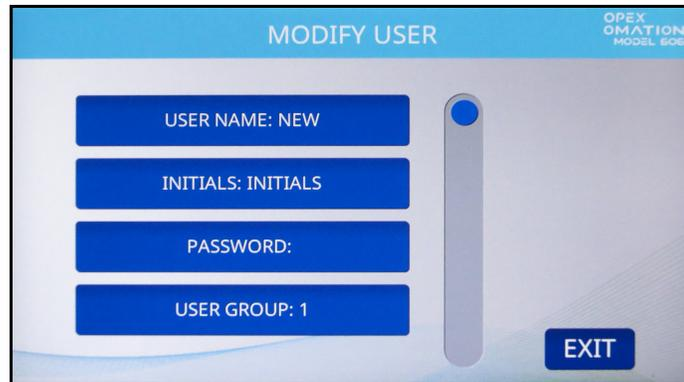

図 6-40 : ユーザーの変更画面
2. ユーザーを押して選択します。ユーザーの変更画面が表示されます (図 6-40)。